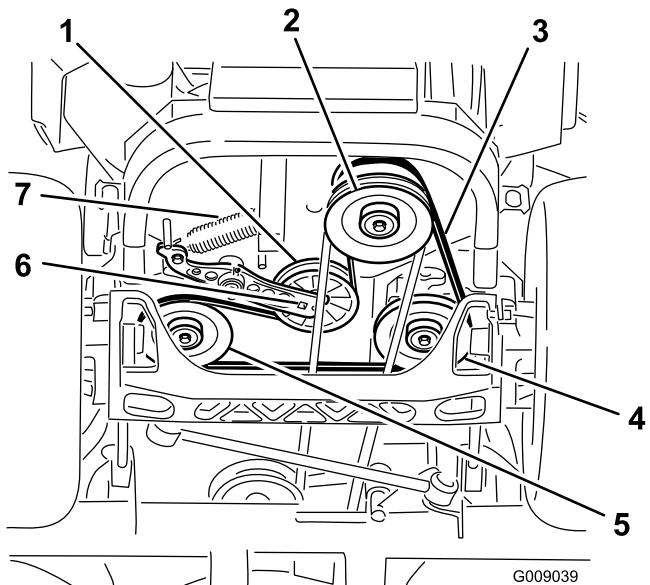

Figura 84
5. Utilice una llave de carraca en el taladro cuadrado del brazo tensor para retirar el muelle tensor (Figura 84).
6. Desenganche el muelle de la polea tensora del bastidor (Figura 84).
9. Utilizando la llave de carraca en el taladro cuadrado del brazo tensor, instale el muelle tensor en el bastidor (Figura 84).
4. Levante la máquina y apóyela sobre soportes fijos (Figura 84).